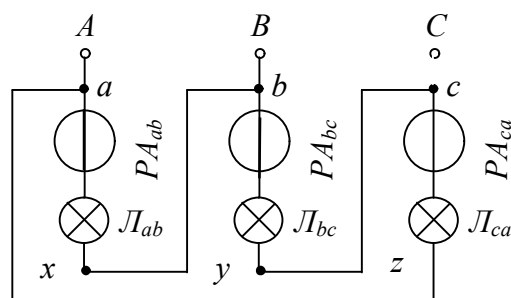

Рис. 17.11
5. Скласти електричне коло (рис.17.11). Дослідити коло при симетричному навантаженні й обриві лінійного провода *C* (*SB 1* і *SB 2* замкнені). Результати вимірювань записати в табл. 17.4, п.2.